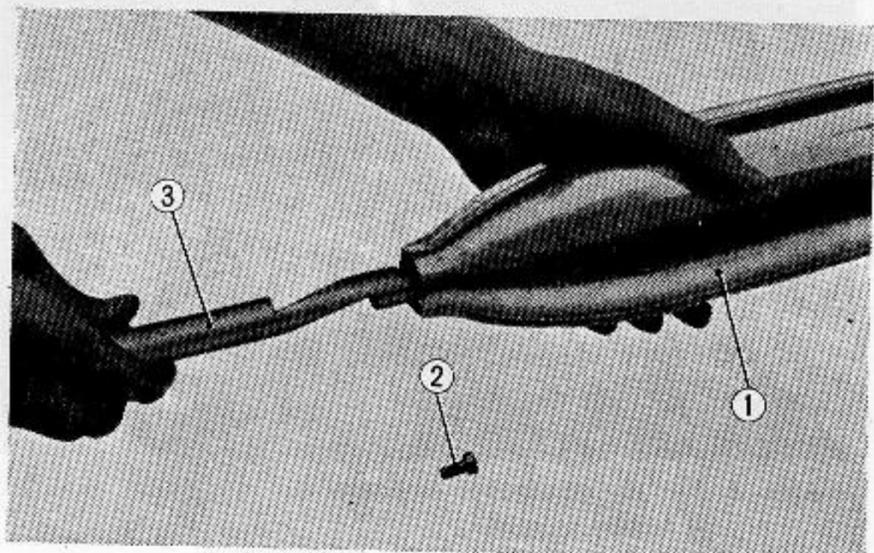

Abb. 4.53 Flötenrohr ausbauen
- (2) 6×8 mm Sechskantbolzen am Auspuffende lösen und das Flötenrohr herausziehen. (Abb. 4.53)